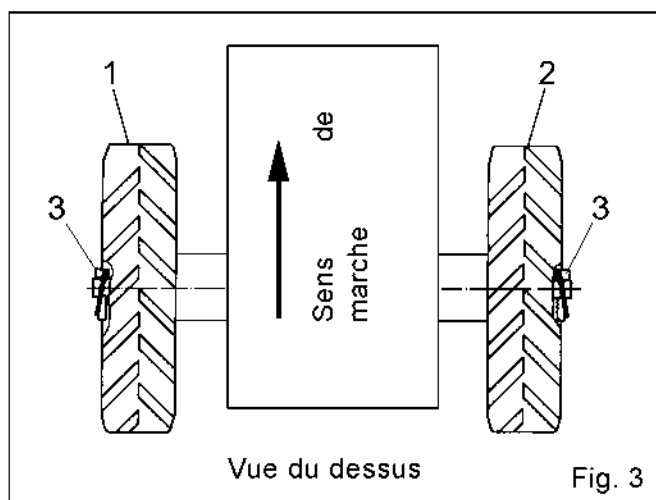

Fig. 3
Montage des roues (fig. 3)
Placer les roues (1+2), valves tournées vers l'extérieur, et les fixer à l'aide des goupilles (3) (veiller au sens de l'avancement - voir figure 3).